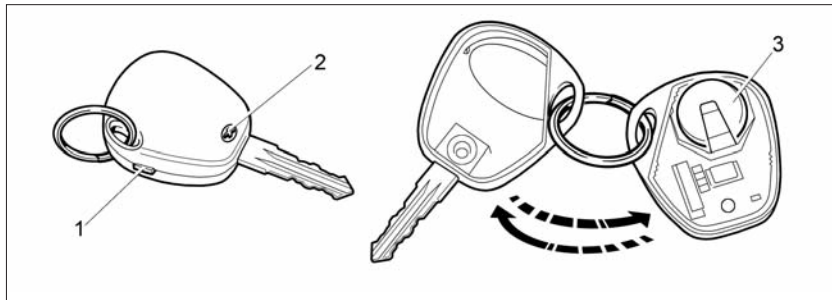

Рис. 58. Замена элемента питания пульта дистанционного управления
- выкрутите винт 2 (рис. 58) со стороны корпуса, противоположной кнопкам управления;